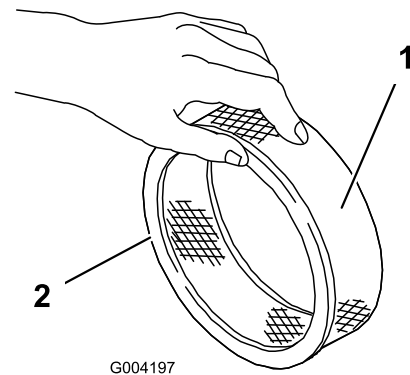

Figura 20
5. Verifique se o filtro de papel tem rasgões, película de óleo ou o vedante de borracha danificado (Figura 20).
1. Faça deslizar cuidadosamente o filtro prévio de esponja para o filtro de papel (Figura 20).